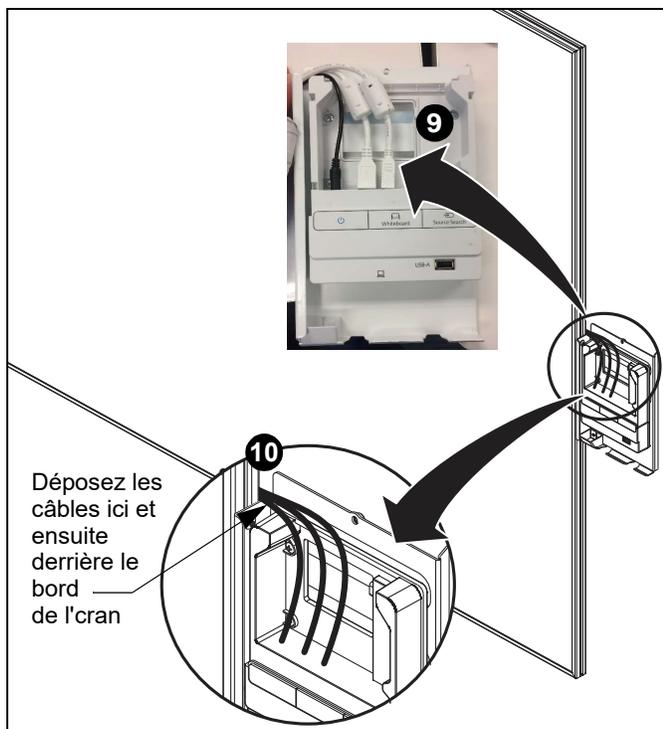

Figure 52
9. Branchez les câbles (le long du cadre de l'écran) du support de projecteur aux connecteurs du panneau de commande. (Voir figure 52)
10. Faites passer les câbles des connecteurs par le côté gauche du support du panneau de commande, puis derrière le bord de l'écran. (Voir figure 52)